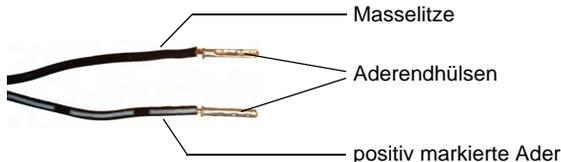

Abb. 6: Mit Aderendhülse versehene Litzenleitungen
Die positive Ader ist üblicherweise mit einem weißen oder farbigen Streifen o.ä. markiert (siehe Abbildung 6).
- Wenn die Ausgangsader aus Litzenleitungen und nicht aus einer Massivdrahtleitung bestehen, müssen diese mit einer 8 mm langen Aderendhülse versehen werden, siehe Abbildung 6.